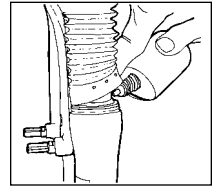

Abb. 3
1. Lösen Sie die Gabel-Boots (Gummibälge) von den unteren Rohren. Wischen Sie dann die Außenflächen, den Bereich der Resi-Wiper Dichtung und das obere Rohr ab. Geben Sie 2 bis 3 Tropfen Öl mit Teflonzusatz im Bereich der Resi-Wiper auf die oberen Rohre. (S. Abb. 3)